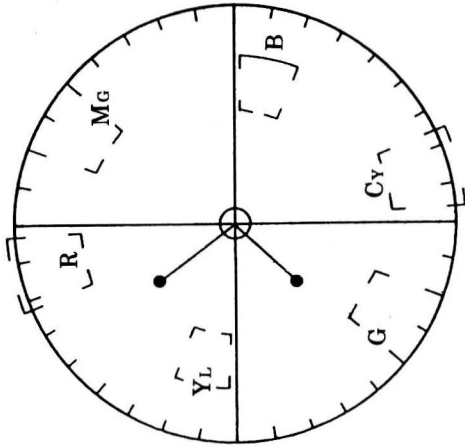

图 66
④ 如果没有色温变换滤色器, 可使用日光源;
⑤ 调节 AWT(R-Y 增益) 和 (B-Y 增益) 控制 VR103 和 VR104, 使色矢量移至矢量仪显示屏中央, 如图 66 所示。